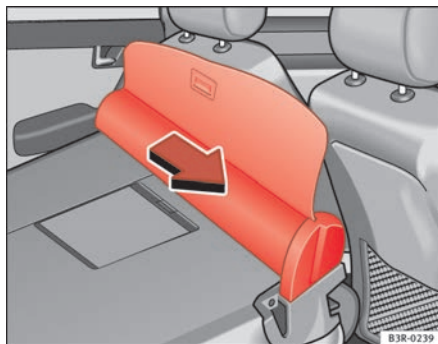

Fig. 122 Smontaggio copertura vano bagagli / rete divisoria
- Tirare la rete nella direzione indicata dalla freccia ⇒ **fig. 122** staccandola dalle guide.